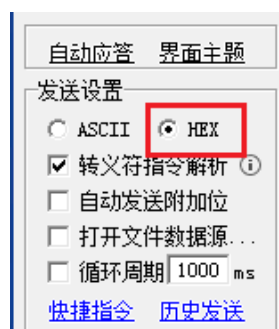

图 1-13 设置发送格式为 hex 码格式
7. 发送设置中数据类型设置为 hex 格式，如下图 1-13 所示。